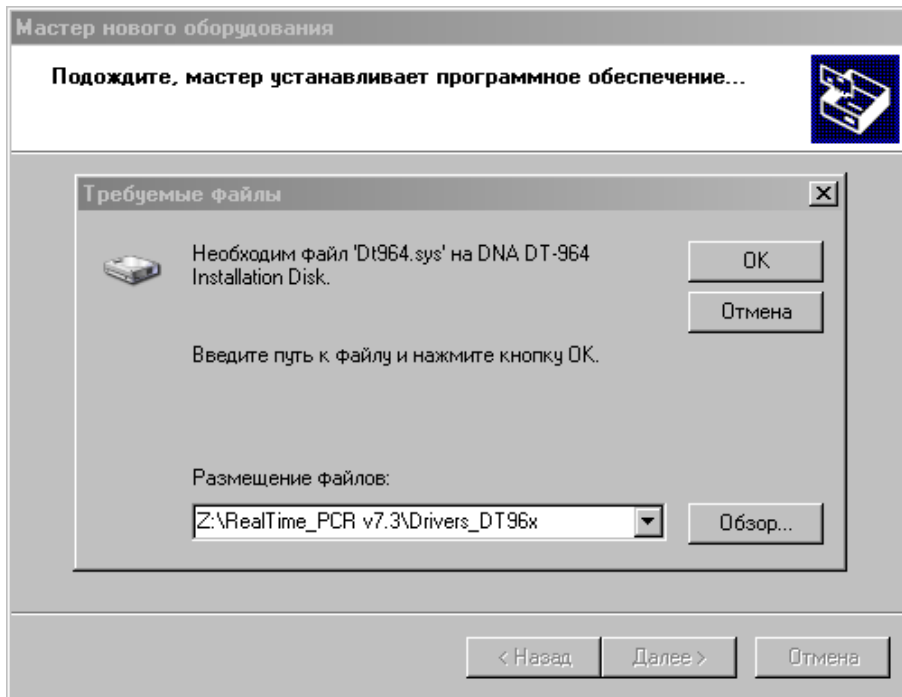

Рис.11. Поиск файла Dt964R.sys на компакт-диске
- В следующем окне мастера (Рис.11) укажите путь к файлу Dt964.sys на компакт-диске для чего нажмите кнопку .
- Убедившись, что путь к файлу в окне (Рис.11) указан правильно, нажмите кнопку **ОК**.